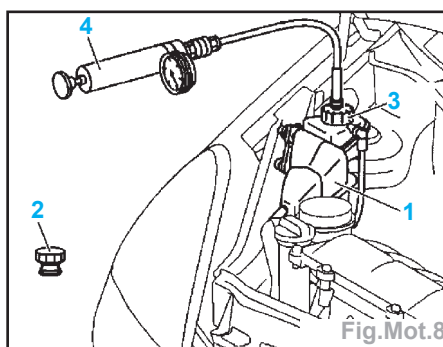

Fig.Mot.8
- Tourner d'un demi tour dans le sens contraire des aiguilles d'une montre, laisser la pression s'échapper puis dévisser le bouchon (2) (Fig.Mot.8).